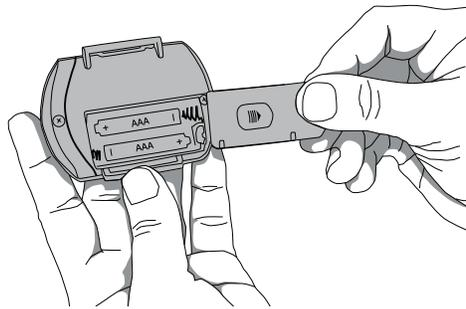

Figure 3: Retrait du volet du compartiment des piles
1. Ouvrez le compartiment des piles en faisant glisser le volet situé l'arrière de l'appareil (figure 3).